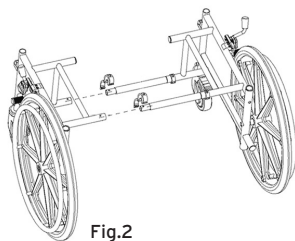

Fig.2
- Conectar la parte recién ensamblada al otro lado del bastidor por medio de los dos tubos de fijación y de otros dos C-clip como se indicó en el punto anterior (Fig.2);